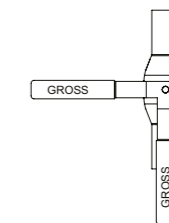

рис. 4
3. Шаровые краны GROSS предназначены для использования в качестве запорной арматуры (рабочие положения полностью «открыто» и «закрыто» (рис.4). **ЗАПРЕЩАЕТСЯ** использование кранов в режиме